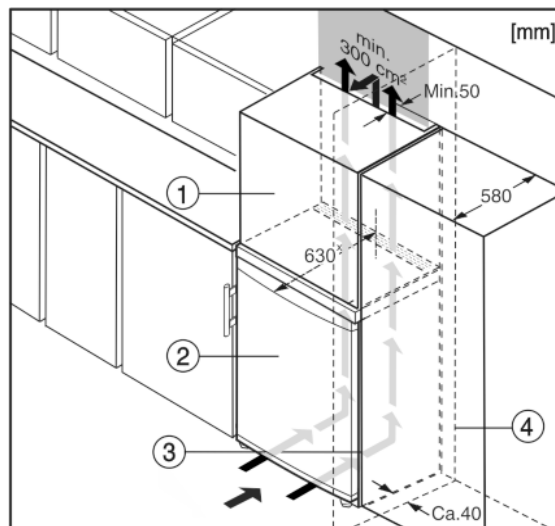

Fig. 10
- (1) Aufsatzschrank*
- (2) Gerät*
- (3) Küchenschrank*
- (4) Wand*
Das Gerät kann mit Küchenschränken umbaut werden. Um das Gerät Fig. 10 (2) der Küchenzeilenhöhe anzugleichen, kann über dem Gerät ein Aufsatzschrank Fig. 10 (1) angebracht werden.
Beim Umbau mit Küchenschränken (Tiefe max. 580 mm) kann das Gerät direkt neben dem Küchenschrank Fig. 10 (3) aufgestellt werden. Das Gerät steht seitlich 34 mm * und in der Gerätemitte 50 mm * gegenüber der Küchenschrankfront vor.*
Wenn das Gerät mit den Scharnieren neben einer Wand Fig. 10 (4) aufgestellt wird, muss der Abstand zwischen Gerät und Wand mindestens 40 mm betragen. Dies entspricht dem Griffüberstand bei geöffneter Tür.*